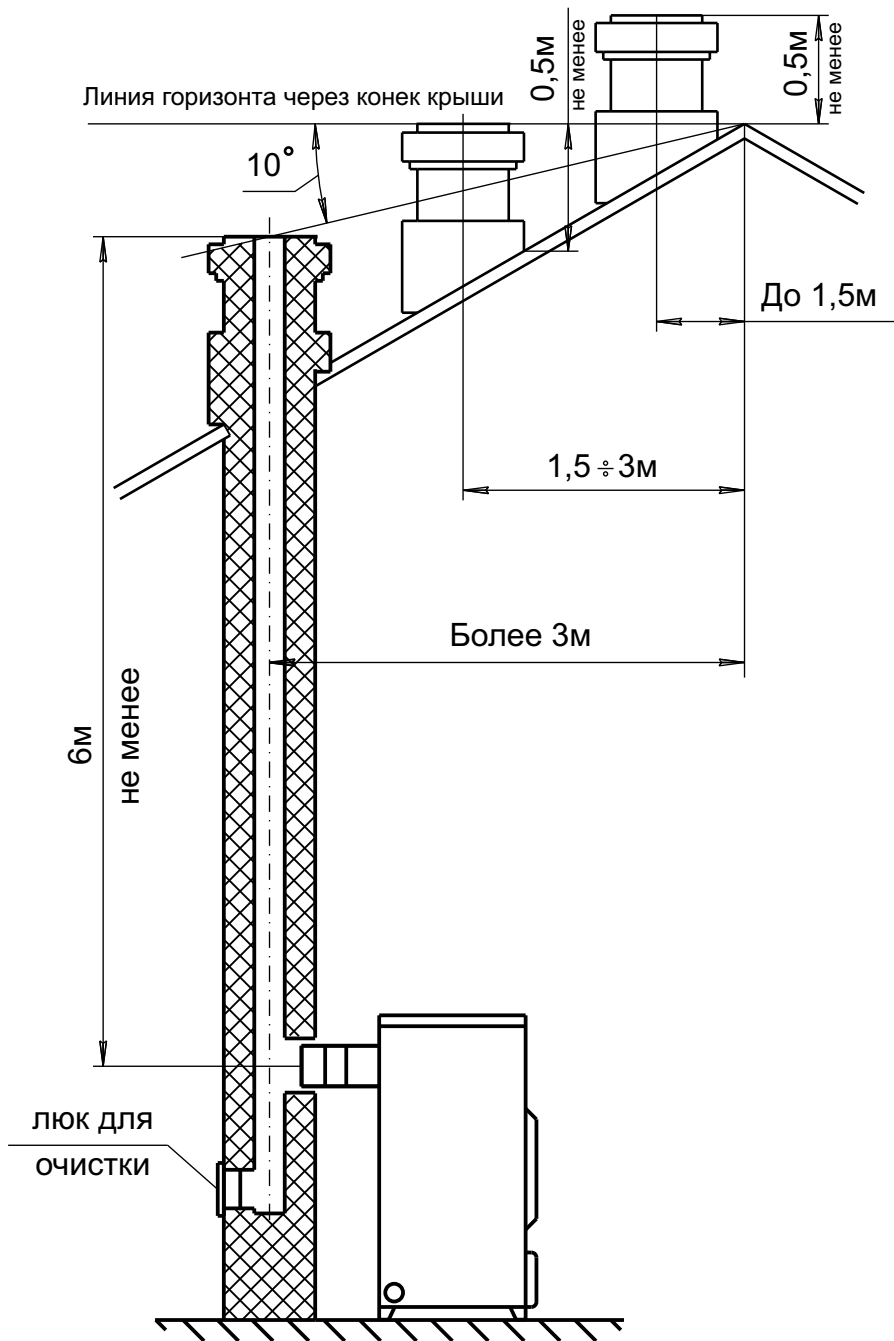

Рис. 3 Варианты установки дымовой трубы
Высоту дымовой трубы над крышей (в зависимости от расстояния ее до конька крыши) выполнить как показано на рис. 3.
6.9. Для обеспечения пожаробезопасности и избежания загазованности в помещении дымовая труба должна быть выведена над уровнем крыши в соответствии с требованиями СНИП 2.04.08-87, см. рис. 3.
Застоявшийся в дымовой трубе холодный воздух (наблюдается в переходное время года)	Восстановить тягу, сжигая в люке для очистки (см. рис. 3) легковоспламеняющиеся материалы; бумагу, стружку, солому.